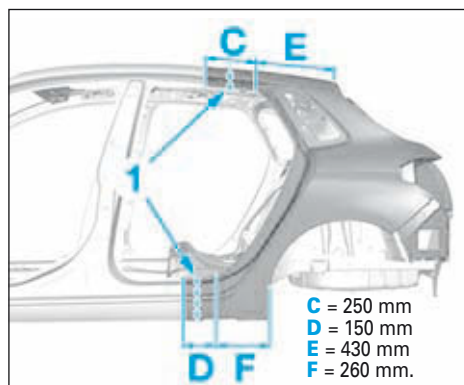

FIG.84
- Tracer puis découper en (1) (Fig.84).